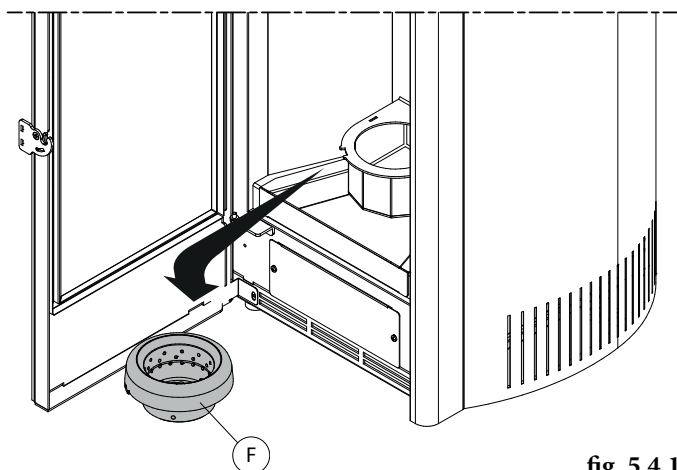
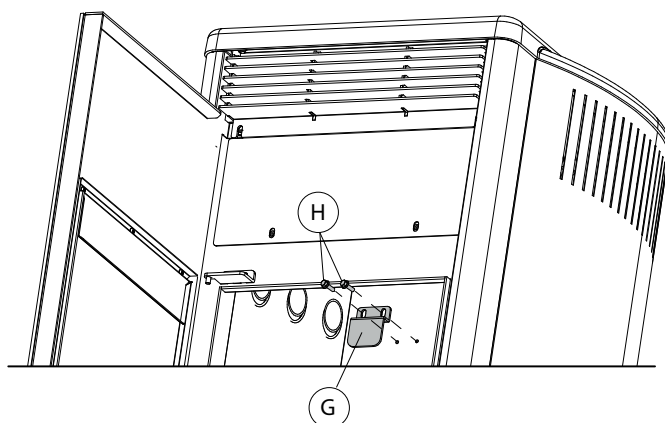

fig. 5.4.1
fig. 5.4.2
- Ouvrir la porte, retirer le brasero F (Fig. 5.4.1) et le support de fixation G en agissant sur les deux vis H (Fig. 5.4.2)